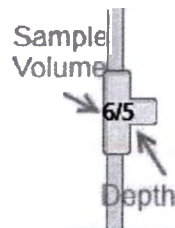

Рис. 10-2 Глубина измерения контрольного объема
Как показано на Рис. 10-2, число справа показывает глубину измерения в мм (5), а число слева — глубину измерения контрольного объема в мм (6).